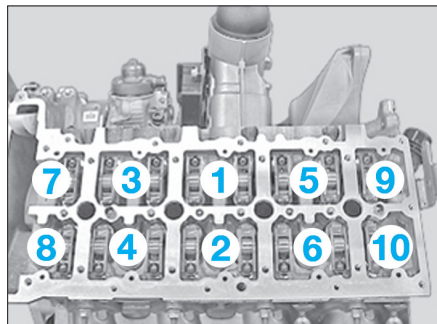

Fig. 100
- Desserrer les vis de fixation de la culasse dans l'ordre 10 à 1 (Fig.100).
- Mettre en place la culasse et la serrer dans l'ordre 1 à 10 en utilisant des boulons neufs (Fig.100).